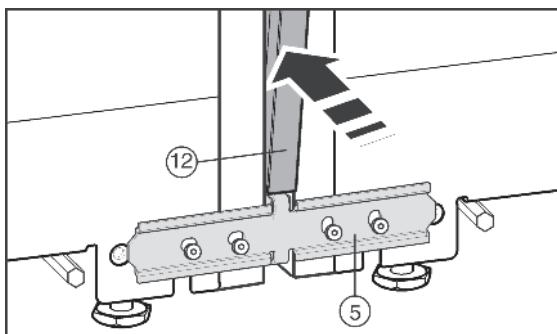

Fig. 9
Перед установкой планки из нержавеющей стали Fig. 9 (12) сведите обе перемычки вместе по всей длине. Так планка легче войдет в зазор. Для вдавливания планки используйте мягкую ткань, чтобы не допустить образования вмятин на ее поверхности. Планку следует вдавливать аккуратно и прямо, чтобы получить оптимальное соединение.
- Вдавите длинную планку из высококачественной стали Fig. 9 (12) в вертикальную щель на передней стороне. Обратите внимание, что планка опирается на соединительный лист Fig. 9 (5).